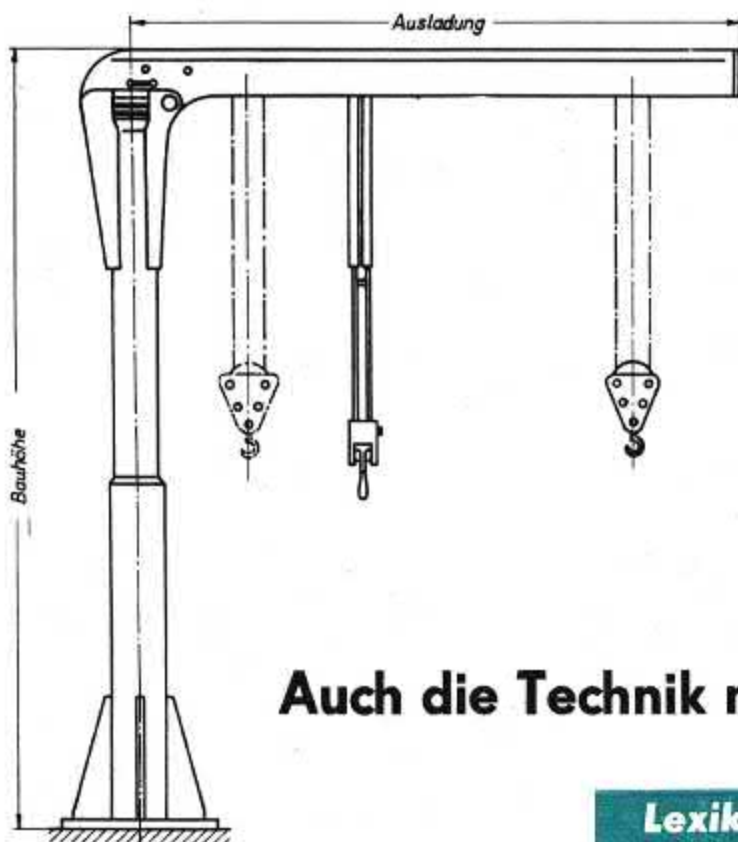

Abb. 1 Die Verkürzung der Hilfszeiten kann durch den Einsatz eines Drucklufthebers mit schwenkbarem Ausleger und Laufkatze erreicht werden.
Die Verkürzung der Hilfszeiten wird zum Beispiel durch den Einsatz eines Drucklufthebers mit schwenkbarem Ausleger und Laufkatze (Abb. 1) erreicht. Er kann praktisch an jeder Maschine verwendet werden und ermöglicht den stoßfreien und gefahrlosen Transport von Lasten (bis 500 kg) an Werkzeugmaschinen, zum Beispiel beim Werkstückwechsel (Hersteller: VEB(K) Maschinenbau Halle).